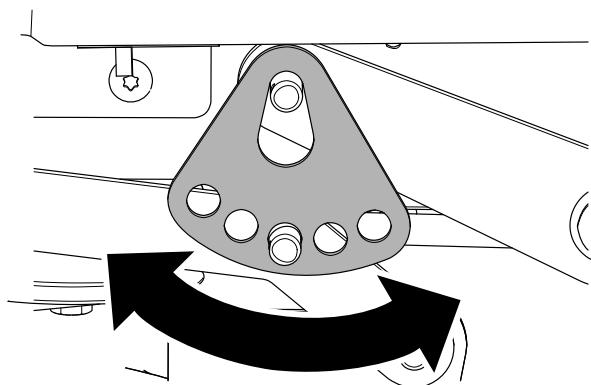

Figure 70
7. Tournez la plaque de hauteur de coupe à un trou différent pour que le poids du plateau de coupe soit soutenu après l'installation de la plaque (Figure 70).
8. Remettez en place la rondelle et la goupille fendue (Figure 70).